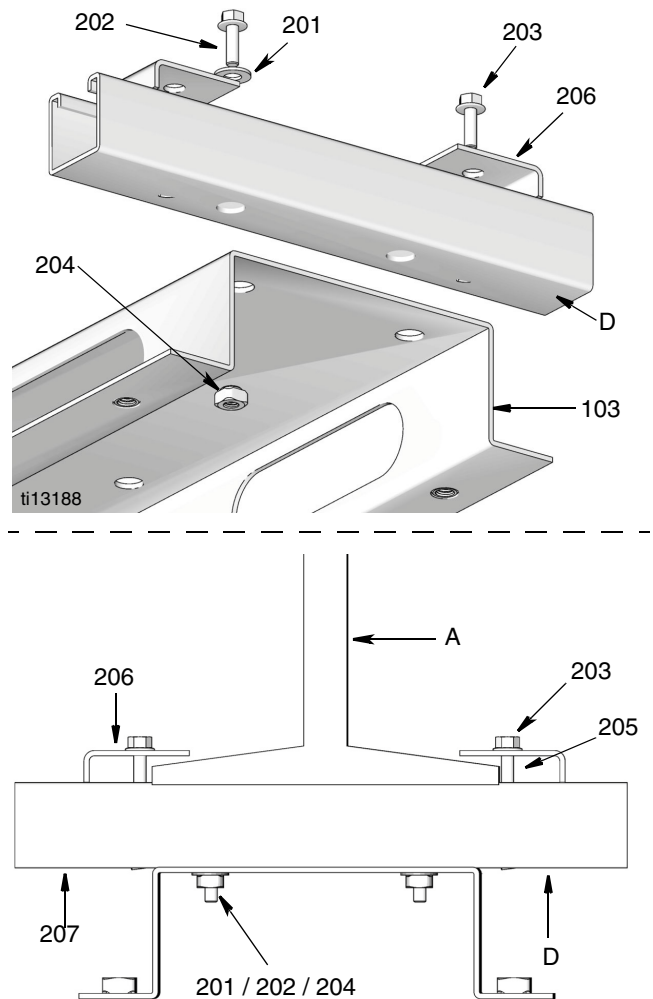

FIG. 10
1. Sécurisez les supports de montage (D) sur le rail.
2. Positionnez les colliers ajustables (206) des supports de fixation au-dessus de la poutrelle en I (A) et serrez-les fermement (FIG. 10).